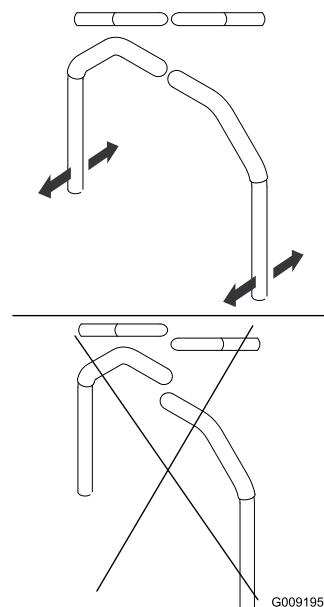

Figura 65
4. Alinee las palancas en el sentido adelante/atrás acercándolas a la posición de PUNTO MUERTO y muévalas hasta que estén alineadas; luego apriete los pernos (Figura 65).